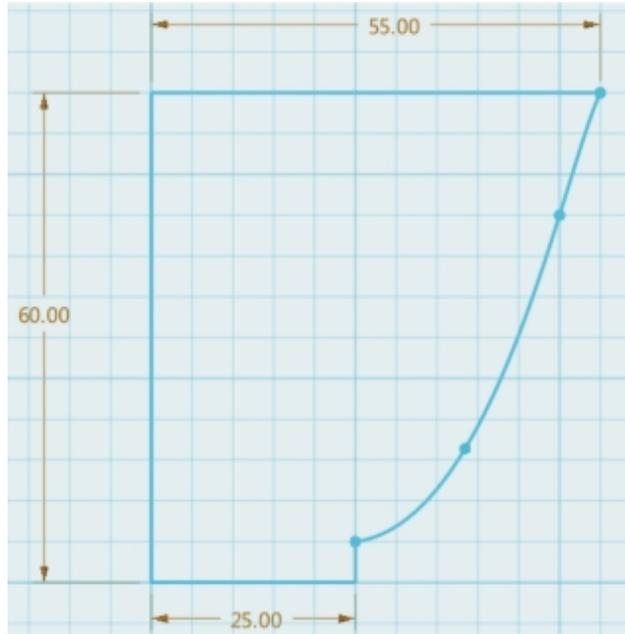

图7-2-4 茶杯轮廓线
③绘制茶杯轮廓线。观察茶杯外观特征，使用“曲线”和“直线”草图绘制功能，绘制茶杯曲面轮廓，注意使端点与端点重合，如图7-2-4所示。